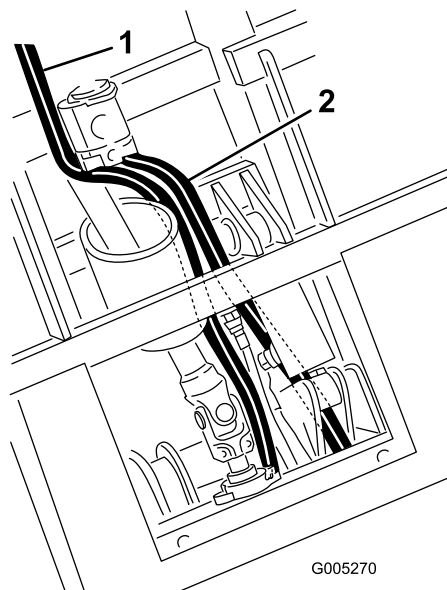

Figura 19
- Enrute la manguera del depósito por debajo del cilindro de elevación y entre los soportes de montaje del cilindro hasta la válvula (Figura 19).
- Enrute la manguera de presión junto al árbol de la TDF hasta la válvula (Figura 19).